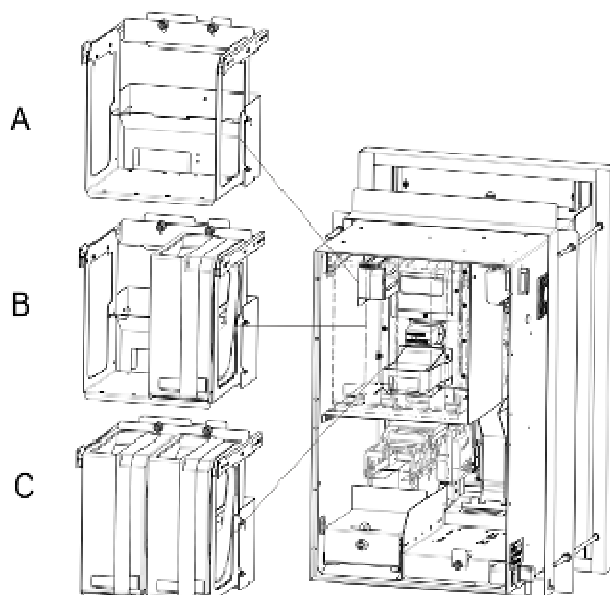

Fig. 7
Les hoppers sont installés comme indiqué en figure 7. Il est tout à fait possible de n'installer aucun hopper (A), de n'en installer qu'un (B) ou deux (C).